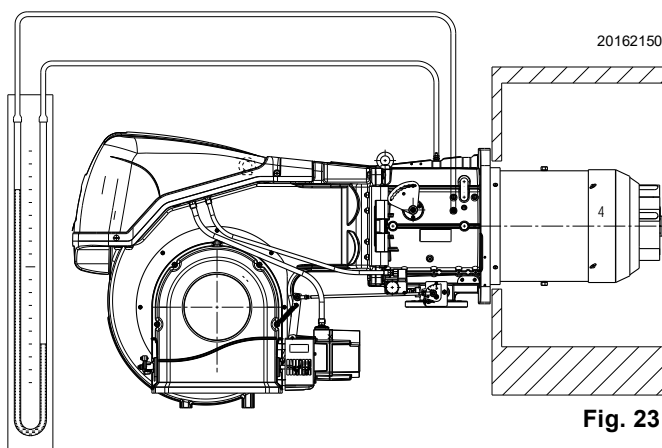

Fig. 23
- Monter un manomètre en U ou un manomètre de type différentiel (Fig. 23), avec prise (+) sur la pression du gaz du manchon et (-) dans la chambre de combustion. Il sert à mesurer approximativement la puissance MAX. du brûleur, à l'aide du Tab. J.
L'arrivée de gaz au manchon est mise en évidence sur le manomètre en U (Fig. 23).
À titre d'orientation, on peut le trouver dans le Tab. J à la page 20, il suffit de lire la pression du gaz sur le manomètre en U, voir Fig. 23 à la page 22, et suivre les indications.